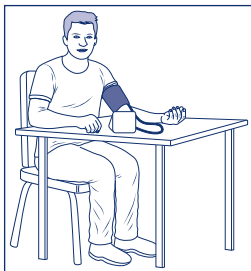

Figure 3
- Lors de la fermeture, vérifiez que le clip métallique du brassard se situe bien dans le marquage de circonférence du bras (OK) figurant sur le bord du brassard (Figure 3).